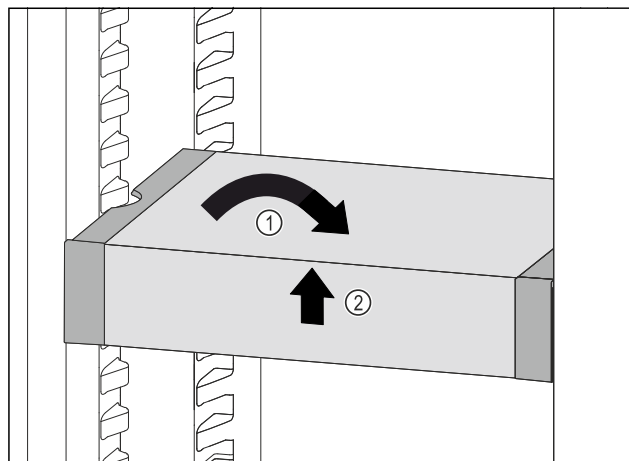

Fig. 170
- Вирівняти VarioSafe. Fig. 170 (1)
- Підняти VarioSafe спереду. Fig. 170 (2)